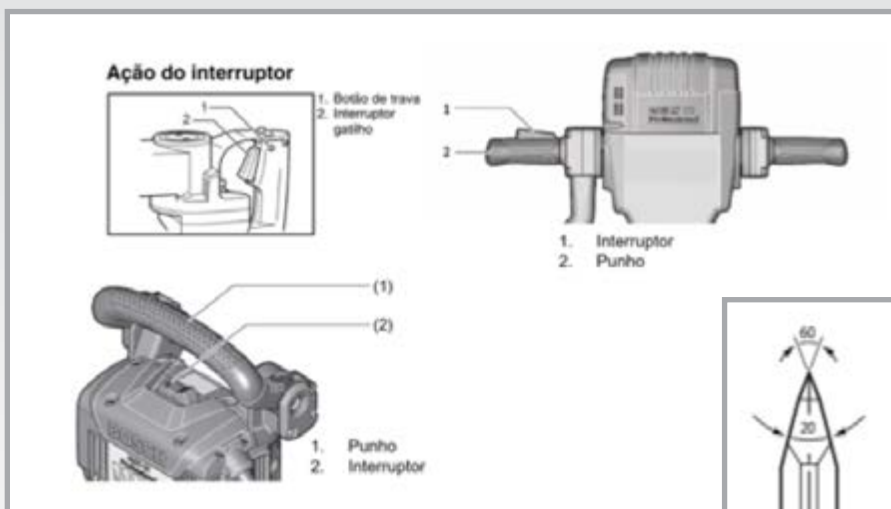

Figura 4 - Posição do interruptor para ligar marteleiros conforme configuração de aplicação.
i) Mantenha a ferramenta sempre afiada (figura 4) utilizando ferramenta abrasiva (Esmeril), cuidando para que não haja o aquecimento demasiado, pois afetaria a dureza da ferramenta.